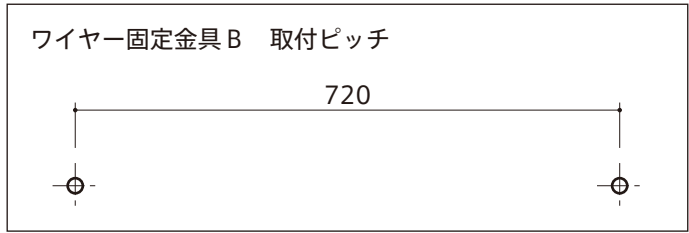

図2
2. ワイヤー固定金具Aにワイヤーを通して、ワイヤー固定金具Bに取付けます。（図2）